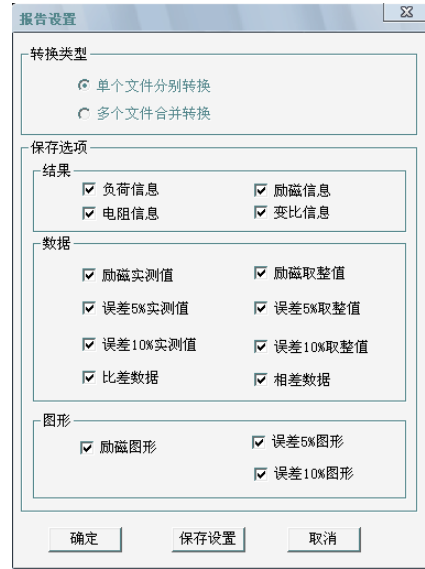

图 3.6 多个文件合并转换报告设置界面
2、再点击**生成报告**，弹出**报告设置**对话框，如图 3.6。